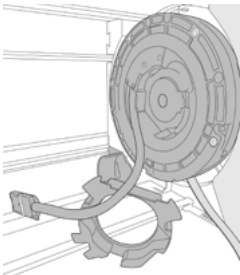

Bild 1
- 1) Den Rollladenantrieb in die Rollladenwelle einstecken. Den Antriebskopfadapter aus dem MAN Rescue herausziehen und auf den Antriebskopf stecken. **Achtung:** Die kurze Motoranschlussleitung **nicht** durch den Antriebskopfadapter ziehen (Bild 1)!